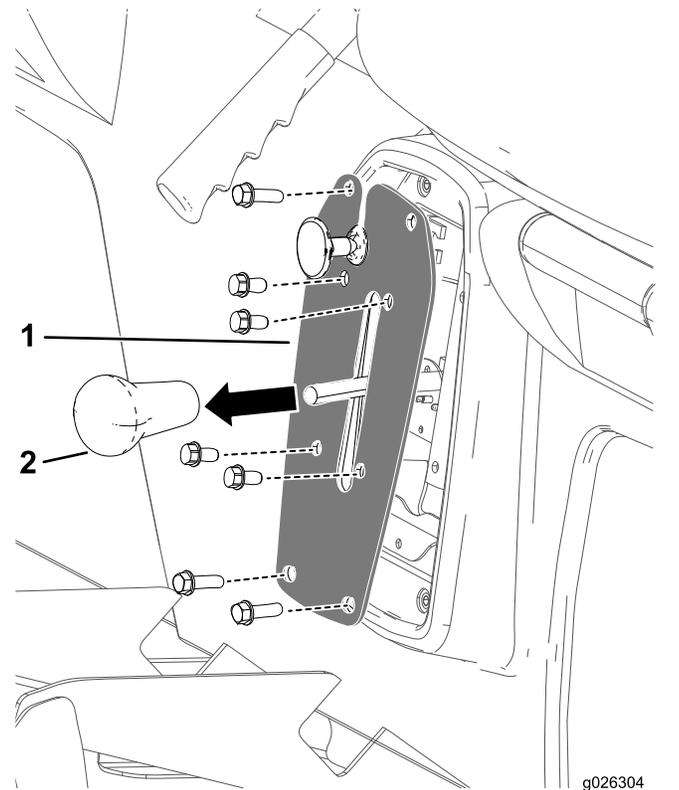

Figura 43
1. Rimuovete la manopola dalla leva del cambio (Figura 43).
2. Rimuovete i 4 bulloni che fissano la piastra del cambio alla staffa del cambio (Figura 43).
3. Rimuovete i 4 bulloni che fissano la piastra del cambio alla base del sedile e rimuovete la piastra del cambio (Figura 43).
4. Avvitare la manopola della leva del cambio e serratela manualmente (Figura 43).